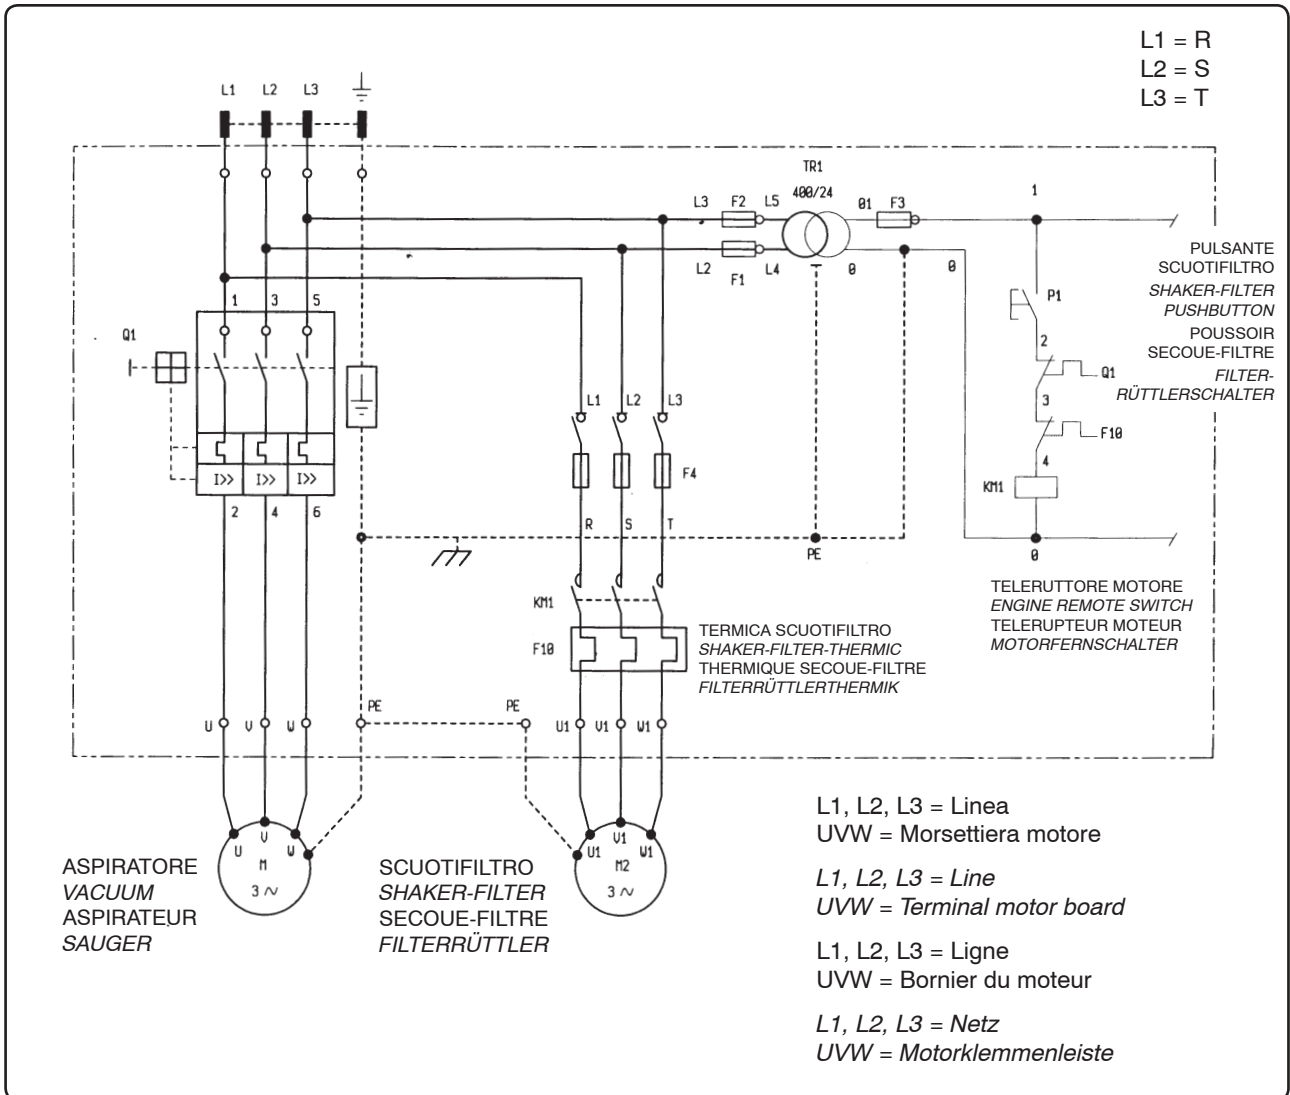

Fig. 7.3.4
7.3.2 - Schema elettrico scuotifiltro (fig. 7.3.4)
7.3.2 - Wiring diagram-shaker filter (fig. 7.3.4)
7.3.2 - Schéma électrique secoue-filtre (fig. 7.3.4)
7.3.2 - Stromlaufplan-Filter-rüttler (Abb. 7.3.4)